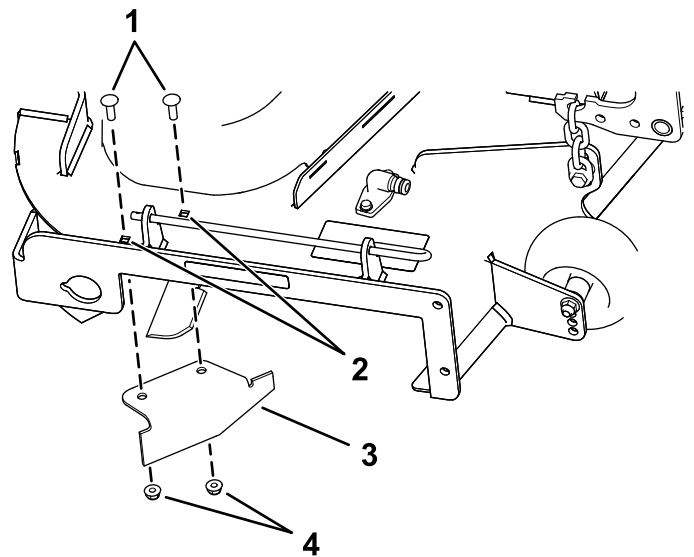

Figura 16
- Localice el tabique en la bolsa de piezas sueltas y retire las fijaciones de los taladros traseros de la placa de descarga (Figura 16).